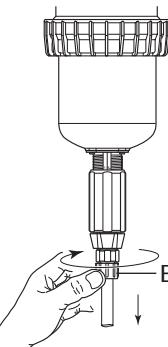
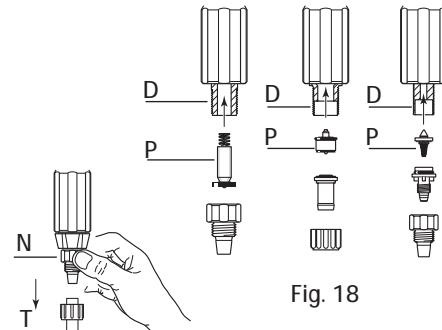

Fig. 16
Fig. 17
- Draai de slangwartelmoer los (fig. 16-E), trek de slang met wartelmoer los (fig. 17-T).
- Bevestigingsmoer losdraaien en wegnemen (Fig. 17-N).
- Trek het zuigventiel naar beneden uit de zuigbuis (Fig. 17).